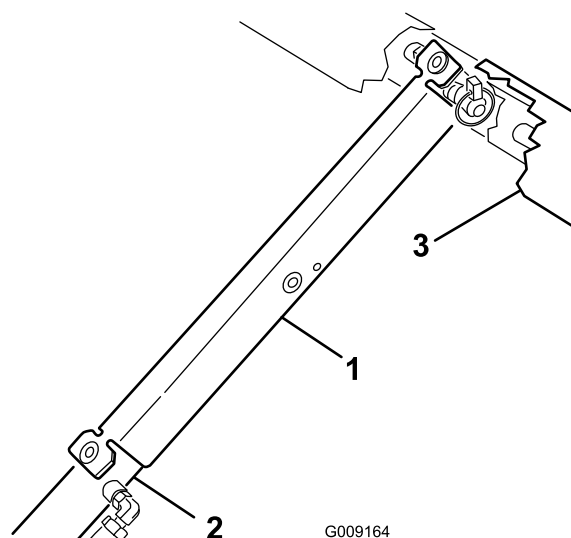

Рисунок 100
- торец корпуса гидроцилиндра и на торец штока гидроцилиндра подъема (Рисунок 100).